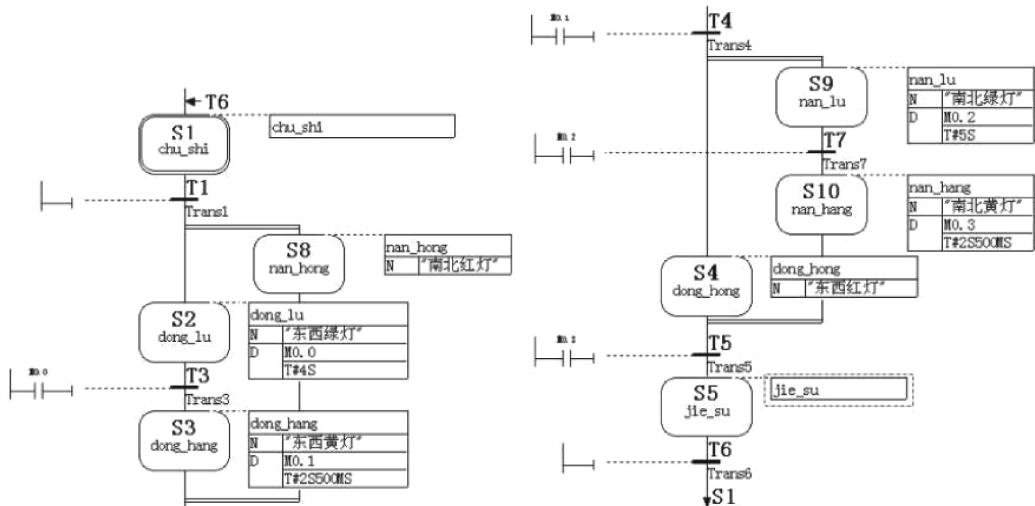

图 6-31 编写动作和转移程序
6) 在各个“步”按照系统要求编写动作程序和转移条件程序，如图 6-31 所示。
7) 图 6-31 的“S1”和“S5”（空步）中没有动作，不需要编写动作程序，同时转移条件是无条件转移，也不需要编写。由于在“S1”和“S5”中没有动作和转移程序，在保存编译时会出现警告提示，这没有问题，这些警告只是起提醒作用。